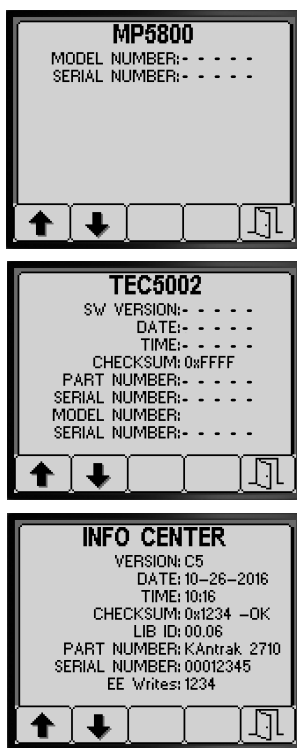

Bild 89
3. Drücken Sie Taste 1 oder Taste 2, um den Bildschirm mit den Maschineninformationen, den Bildschirm mit den TEC-Steuergerätinformationen oder den Bildschirm mit den InfoCenter-Informationen zu durchlaufen (Bild 89).